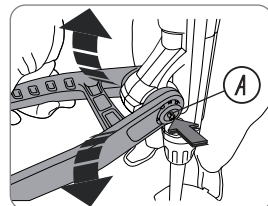

Abb. 3A
Passen Sie die Länge des Trimmers an, um die in (Abb. 3A, 3B, 3C, 3D) gezeigten Arbeitspositionen zu erreichen.
- Neigen Sie bei eingeschaltetem Gerät die Einheit leicht und schwingen Sie den Trimmer langsam von Seite zu Seite, wie in (Abb. 3A) gezeigt.